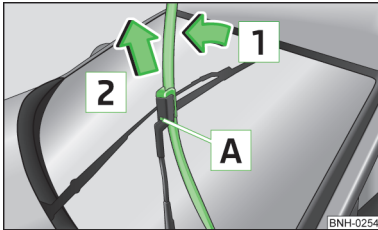

Abb. 142
- › Den Scheibenwischerarm von der Scheibe in Pfeilrichtung 1 anheben » Abb. 142.